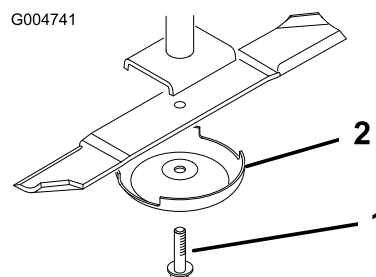

Bild 141
3. Entfernen Sie die Messerschraube, die Antiskalpieerkuppe und das Messer von der Spindelwelle (Bild 141).